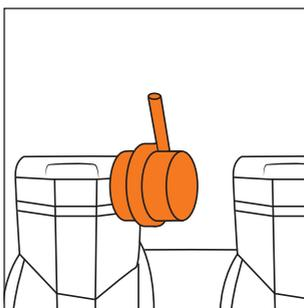

Рис. 8
- Для снижения шума установите трубки резонаторы в корпус фильтра (Рис. 8).